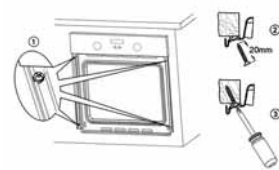

Fig. 9
- Procédez ensuite à la fixation du four au meuble à l'aide des vis fournies (comme le montre la Fig. 9).